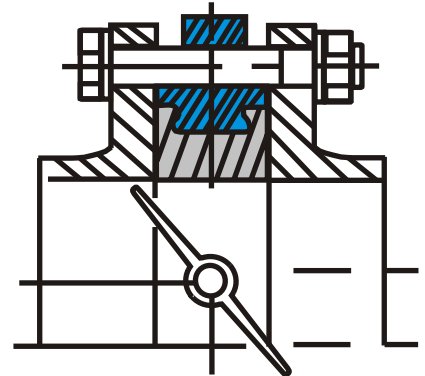

Рис. 6
- Фланцевые соединения следует затягивать равномерно в три или даже четыре прохода, последовательностью «крест-накрест». Затяжка болтов на межфланцевых соединениях должна быть равномерной по всему периметру. Медленно закройте и откройте дисковый поворотный затвор. Если установка затвора была проведена правильно, затвор должен свободно открываться и закрываться (рис. 6).